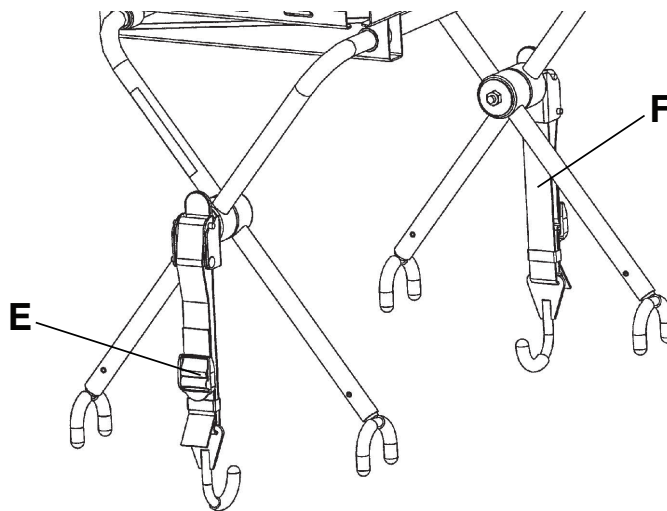

Figur 27 – Placering av spärrhake (modell 6506 visas)
6. Placera spärrhaken (C) under sängbotten eller fotändens fäste och tryck fliken (D) uppåt tills det låses på plats på en sida med ett klickljud (Figur 27). Upprepa rutinen på den andra sidan. För **Power-LOAD**-kompatibla bärvagnar, om sådan finns, måste du förlänga och fästa remmarna på fotändens fäste (Figur 28).